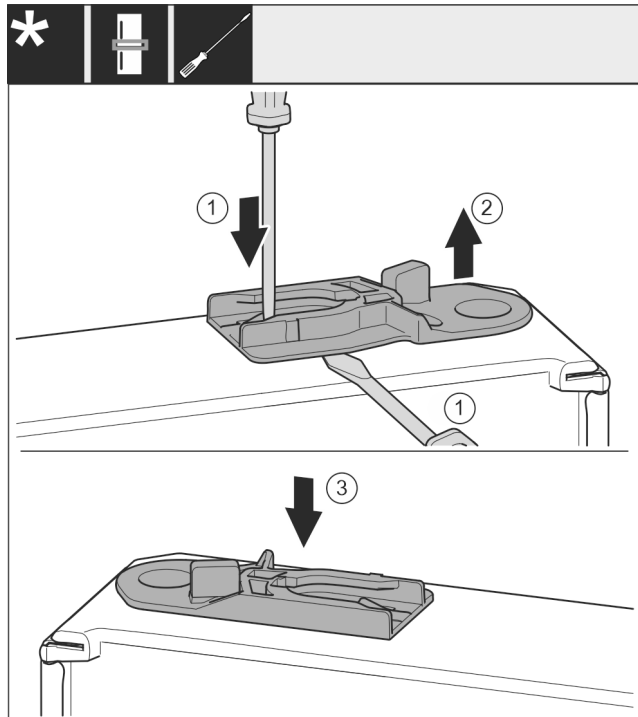

Fig. 48 *
- ▶ Извлеките направляющее гнездо: прижмите накладку Fig. 48 (1) шлицевой отверткой и одновременно переместите ее шлицевой отверткой под направляющее гнездо Fig. 48 (2)*
- ▶ Вставьте входящее в комплект поставки направляющее гнездо Fig. 48 (3) на другой стороне корпуса.*